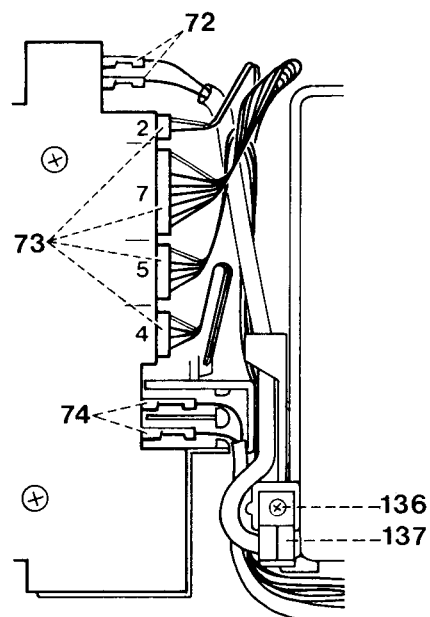

Fig. 48a
- Die zwei Kabel 72 und 74 mit Kabelschuhen abziehen (siehe Abb. 48a).
- Die neue Leiterplatte 151 wie folgt und nach Abb. 48a anschließen.
- Pull off wires 72 and 74 with their terminals (Fig. 48a).
- Connect the new circuit board 151 as follows (Fig. 48a).
- Retirer les deux cordons 72 et 74 avec les cosse (fig. 48a).
- Monter le circuit imprimé 151 comme décrit ci-après et selon fig. 48a.